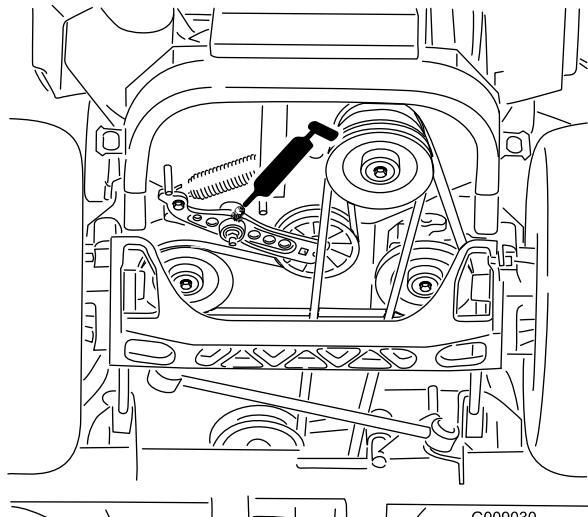

Figura 44
5. Ingrassate il braccio di rinvio della cinghia di trasmissione (Figura 44).